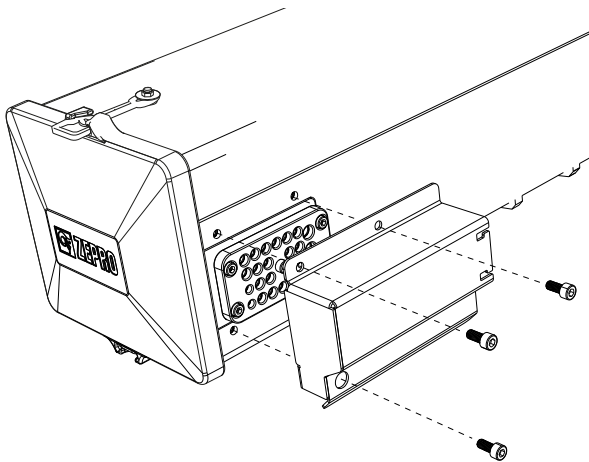

Abbildung 75. Die Schutzabdeckung der Kabeldurchführung ist mit drei Schrauben befestigt.
1. Entfernen Sie die mit drei Schrauben befestigte Schutzabdeckung der Kabeldurchführung, siehe Abbildung 75.
2. Bringen Sie die Schutzabdeckung der Kabeldurchführung mit den drei dazu gehörenden Schrauben wieder an, siehe Abbildung 75.